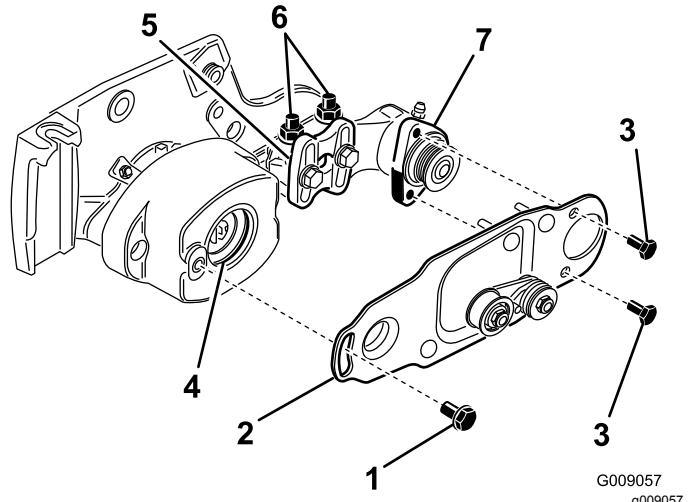

Figura 11
10. Aplique uma película de massa lubrificante no diâmetro interior do olhal, na caixa de rolamentos (Figura 11).
11. Desaperte, mas não remova, os parafusos que fixam caixa de rolamentos da escova do rolo ao suporte de montagem da mesma (Figura 11).
12. Instale a placa de articulação da escova do rolo (Figura 11).
13. Aplique Loctite 243 (azul) aos dois parafusos de 5/16 pol. x $\frac{5}{8}$ pol. e utilize-os para montar a placa da escova na caixa de rolamentos da escova do rolo (Figura 11).
- Desaperte as duas porcas de retenção flangeadas que fixam o suporte de montagem da escova do rolo à placa lateral da unidade de corte (Figura 11).
- Rode a caixa de rolamentos da escova do rolo, até que a placa da escova fique paralela à placa lateral da unidade de corte (Figura 11).
- Aperte as duas porcas de bloqueio flangeadas que fixam o suporte de montagem da escova do rolo à placa lateral da unidade de corte (Figura 11).
18. Aplique Loctite 243 (azul) ao parafuso com olhal (Figura 11). Prenda a placa da escova na caixa da escova do rolo com o parafuso com olhal (Figura 11).